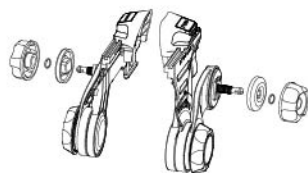

fig.13
- Desaperte o botão de ligação principal de cada adaptador (ver fig. 13).